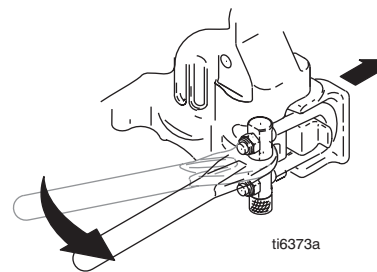

FIG. 18
7. FIG. 18. Use o roquete para abrir a porta do pistão.